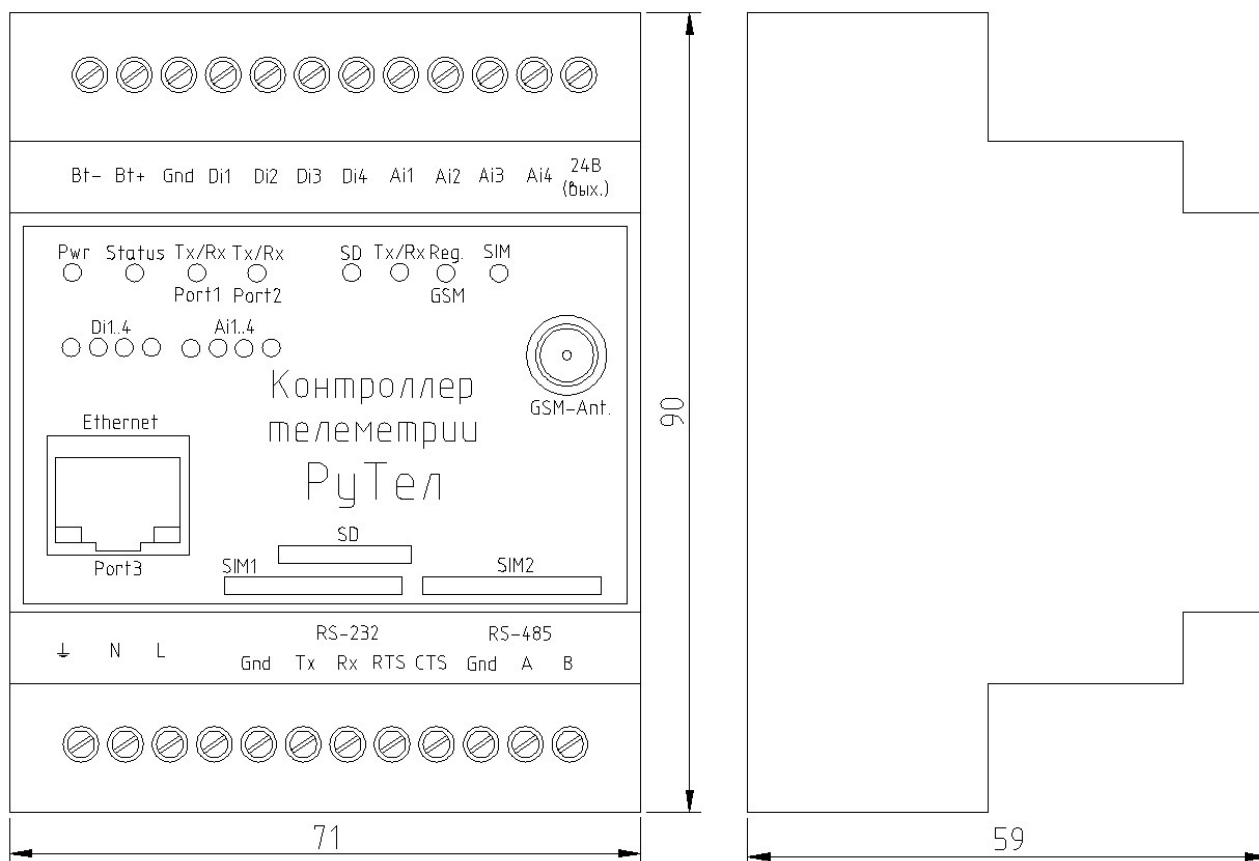

Рисунок 2. Эскиз контроллера «РуТел» с габаритными размерами
1.3.2 Конструктивно изделие представляет собой корпус из поликарбоната/ABS-пластика на DIN-рейку (см. Рис.2) с размещёнными внутри печатными платами и радиокомпонентами.